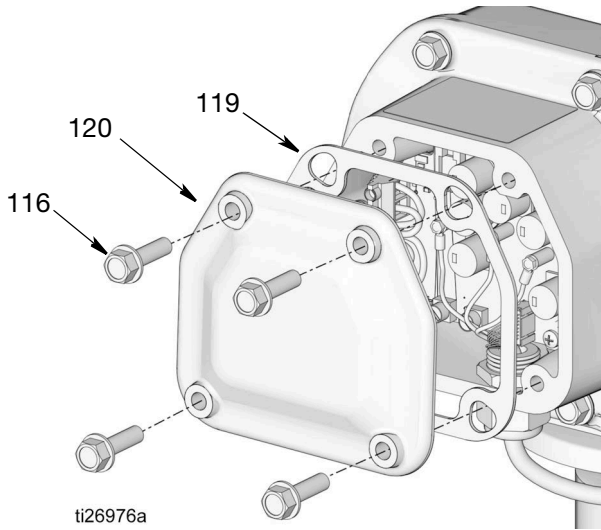

图 72
5. 更换电机控制板垫圈 (119) 和盖子 (120) 以及螺丝 (116) (图 72), 小心不要挤压任何电线。牢牢地拧紧螺丝。用 17-19 英尺磅 (23-25 牛·米) 的扭力拧紧。